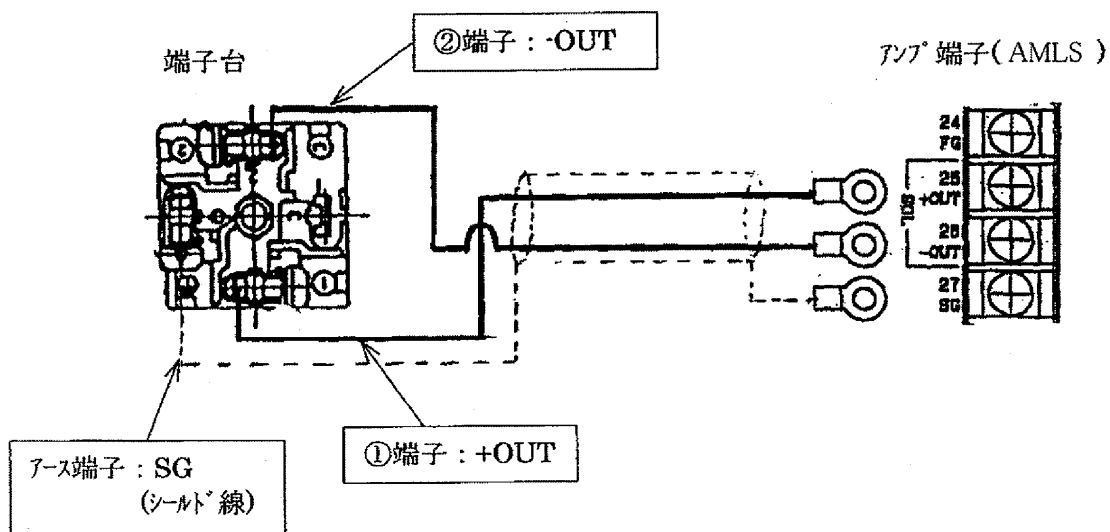

図9 端子台とアンプ端子の配線図
- (4) 端子台とアンプ端子の配線は図9を参照してください。